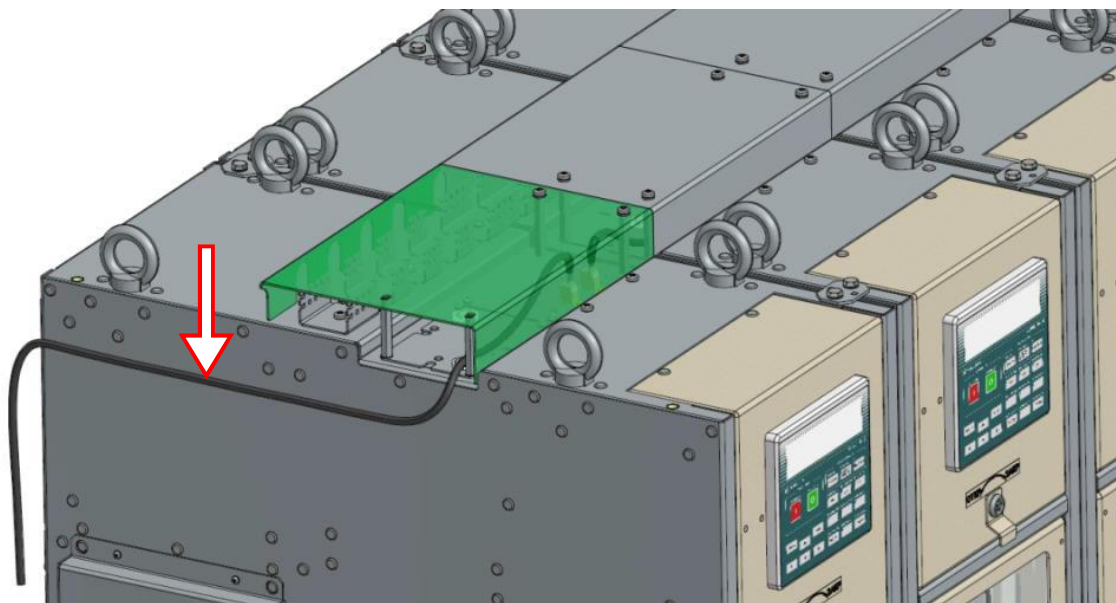

Рис.4.70. Заводка кабеля оперативного питания
6. Смонтированный кабель от разъема X6 или X10, как это выполняется по аналогии с кабелем оперативного питания, завести по боковой стенке шкафа в сторону задней части секции (рисунок 4.70) или вдоль шкафа по аналогии с рисунком 4.63– слева.